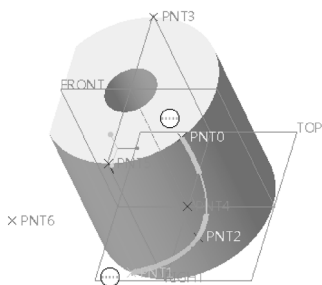

图 3-69 依次单击位于表面上的 3 个点
2) 在图形窗口中依次选择 PNT0、PNT2 和 PNT1，如图 3-69 所示。